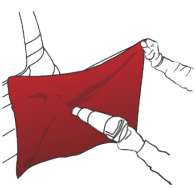
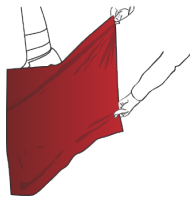
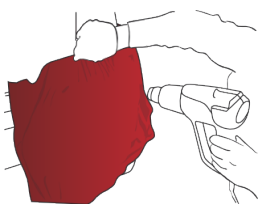

Abbildung 16
Abbildung 17
Abbildung 20
- › Folie auf 30 °C bis 40 °C erhitzen (Abb. 16) und so spannen, dass die konvexe Fläche vollständig bedeckt wird. (Abb. 17)
- › Danach auf 30 °C bis 40 °C erhitzen (Abb. 20) und spannen, um Falten zu entfernen und mit der Rakel andrücken.
! Das Erwärmen der gespannten Folie (Abb. 16) (Abb. 20) muss mit größter Sorgfalt durchgeführt werden. Heißluftpistole (Handschweißbrenner) sollte so geneigt sein, dass eine größere Oberfläche erwärmt wird. Dabei muss die Heißluftpistole immer bewegt werden. Das Erhitzen einer begrenzten Foliensfläche kann zu einer definitiven Beeinträchtigung führen.